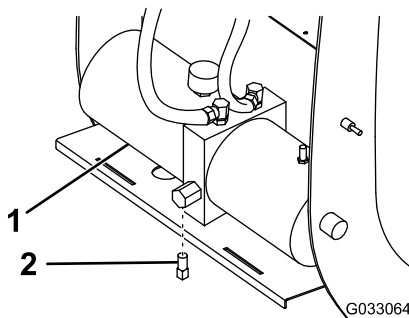

Figure 40
5. Nettoyez la surface autour du bouchon de vidange (Figure 40).